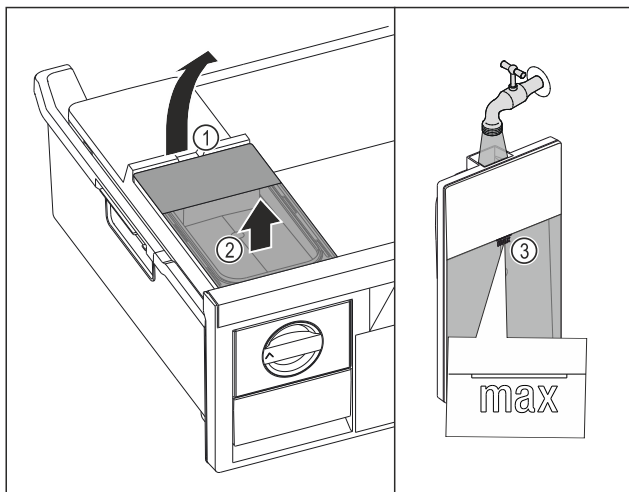

Fig. 124
- ▶ Zvedněte nádržku na vodu za vybrání Fig. 124 (1).
- ▶ Vyměňte nádržku na vodu nahoru. Fig. 124 (2)
- ▶ Naplňte nádržku na vodu pitnou vodou až po značku Fig. 124 (3).